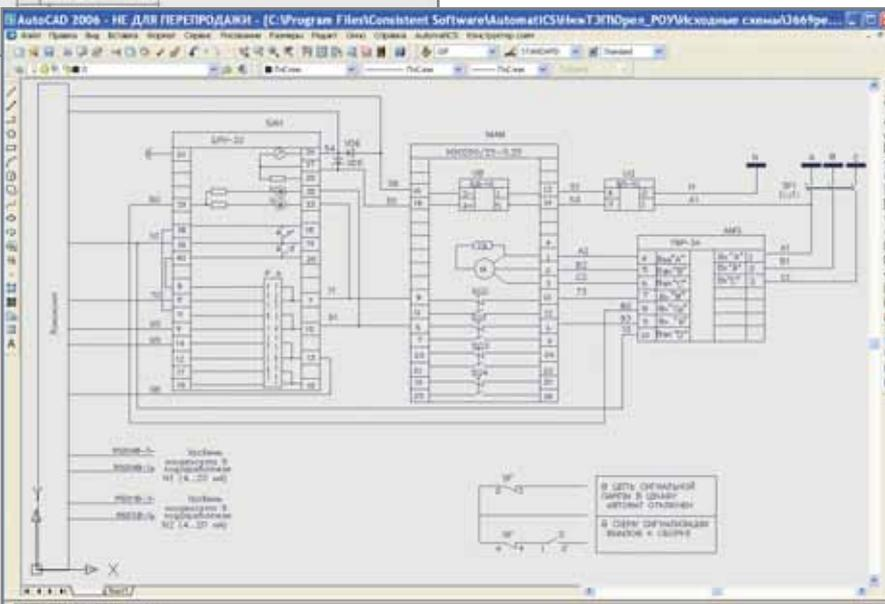

Рис. 4. Фрагмент схемы управления регулирующим клапаном
- схема управления регулирующим клапаном (фрагмент – на рис. 4).